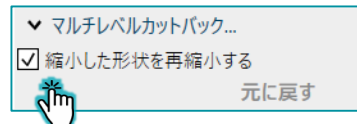

図2
1. ①【収縮】の深さを設定します。(例0.5mm)にチェックをいれ、ブラシ範囲ゲージを調整後、3Dに直接色を塗ります。
2. ②【部分収縮】の【選択されたパーツを除外】にチェックをいれ、ブラシ範囲ゲージを調整後、3Dに直接色を塗ります。
4. ④【マルチレベルカットバック】をクリックし【縮小した形状を再縮小】にチェック (*図2) 最初のカットバックが残された状態で色塗りが可能になります
6. ②部分収縮で再度色塗りを実行